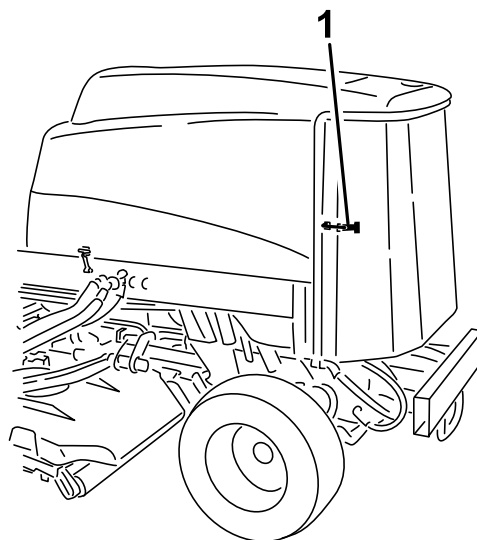

図 64
1. 後部スクリーンのラッチを外してスクリーンを開く 図 64。